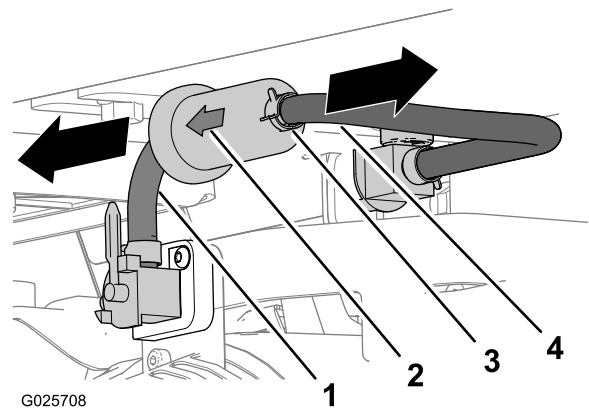

Figura 27
6. Retire las abrazaderas y la manguera del acoplamiento dentado del filtro de combustible (Figura 27).
7. Alinee la flecha de la carcasa del filtro de combustible nuevo hacia la manguera que está conectada al interruptor del motor (Figura 27).
8. Inserte el acoplamiento dentado del filtro de combustible en la manguera que viene del interruptor del motor (Figura 27).
9. Inserte el acoplamiento dentado del otro extremo del filtro de combustible en la manguera que está conectada a la válvula de cierre del depósito (Figura 27).